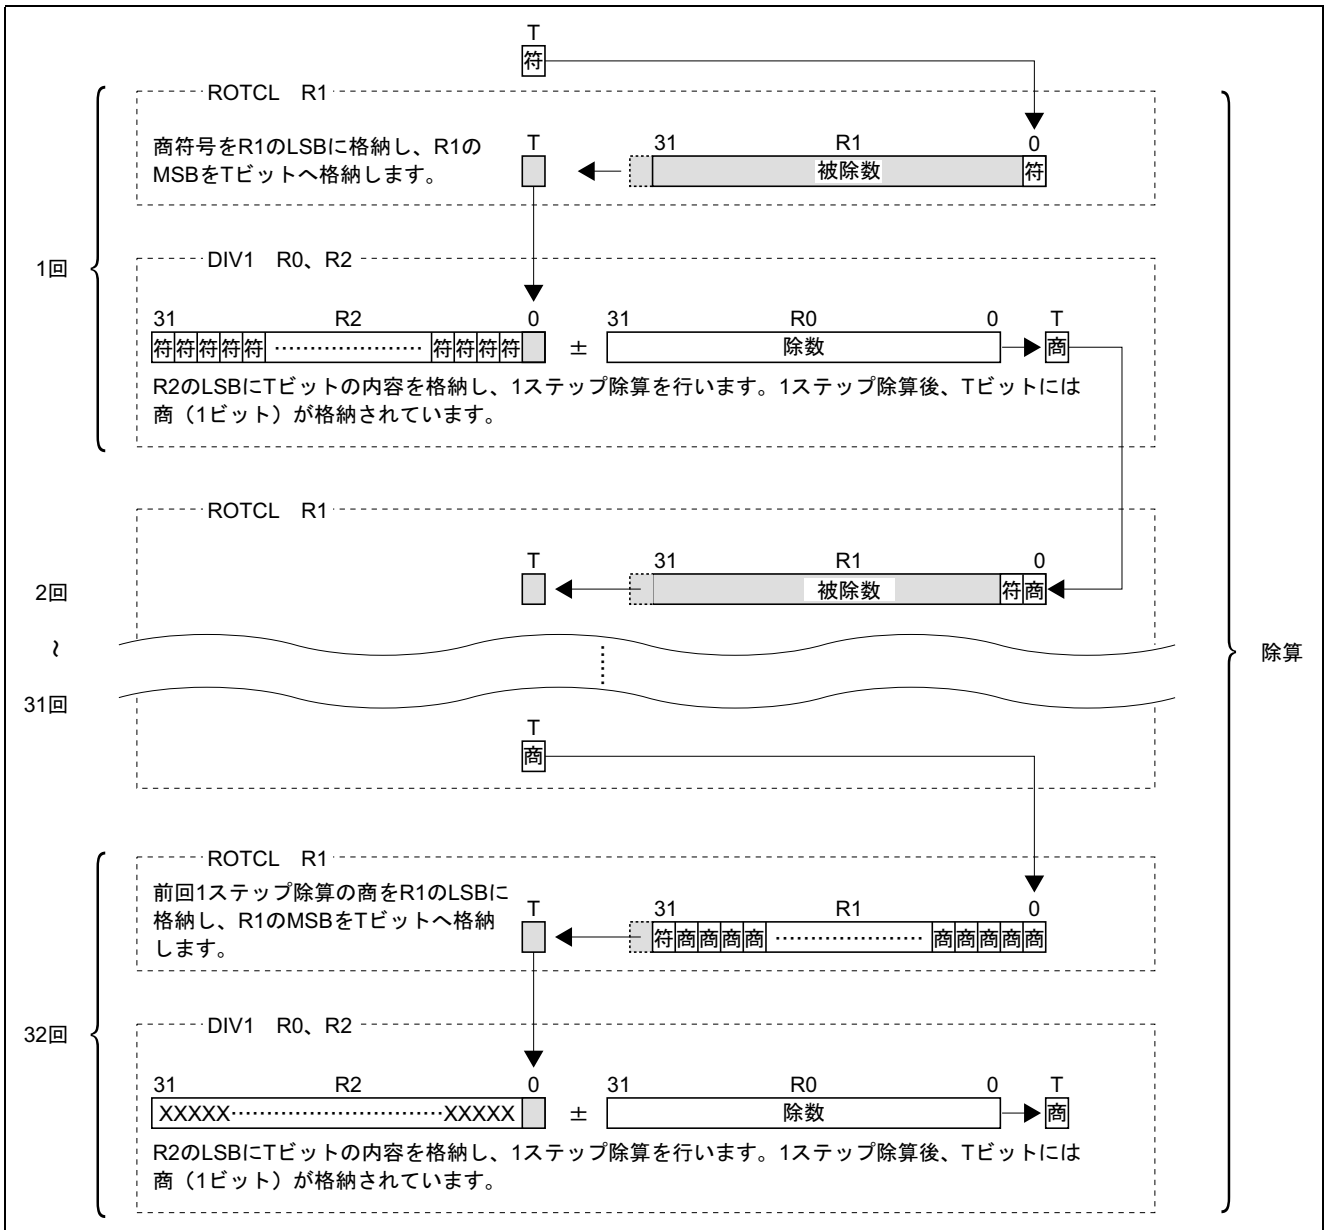

図 3 動作例
b. 図 3 に示すように、除算は ROTCL 命令、DIV1 を除数のビット数 (32 回) 分繰り返して行います。